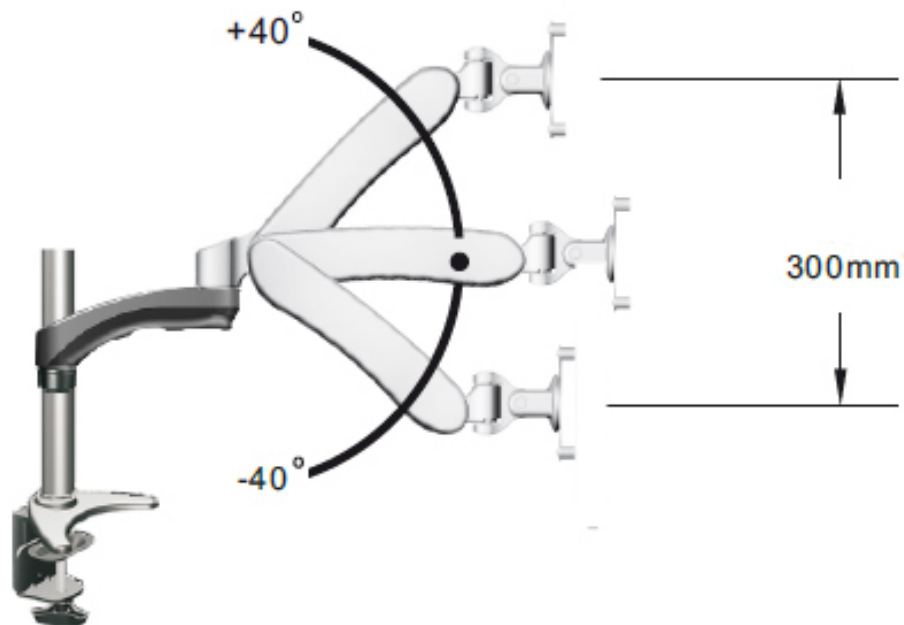

Figure 7
5. Cet instrument peut monter et descendre comme illustré en figure 7. Si il se déplace latéralement, il se peut qu'il faille ajuster la tension de l'articulation du bras pour permettre à votre microscope de tourner sur le côté. Ceci est possible en utilisant la clé Allen hexagonale 2,5 mm fournie. (Voir Figure 8).